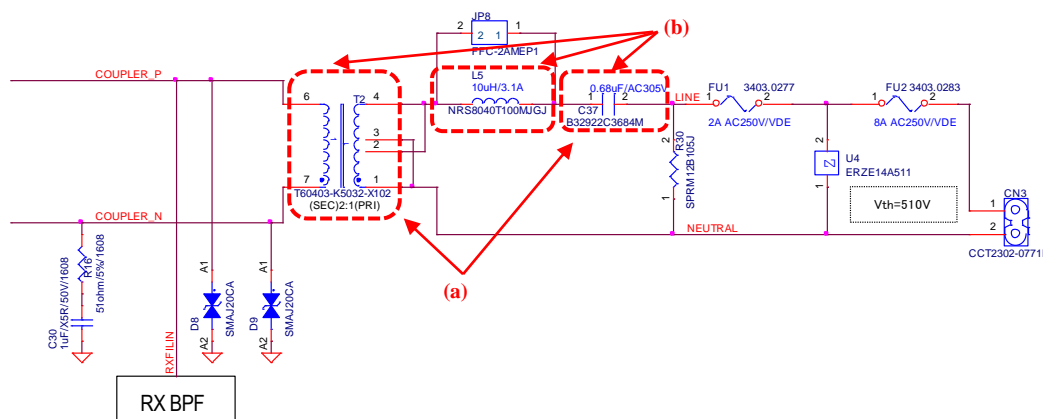

Figure 3-17 CENELEC-A 帯の EN50065-7 対応インピーダンス対策例
- 3kHz-9kHz における RX インピーダンスは、C37 と T2(主インダクタンス)の共振により、EN50065-7 対応インピーダンス規格が未達となる場合があります。その共振によるピークを 3kHz-9kHz の外側に移動させるため、Figure 3-17 の(a)の部分の T2 の T60403-5032-X102 の 2:1 使用時の主インダクタンスに対して  $C37=0.68\mu\text{F}$  と設定することを推奨します。
- 95kHz-148.5kHz における TX インピーダンスは、Figure 3-17 の(b)の部分の C37 と(L5+T2漏洩インダクタンス)の共振周波数により、EN50065-7 対応インピーダンス規格が未達となる場合があります。L5 +T2 漏洩インダクタンスと C37 の共振周波数が、CENELEC-A 帯の帯域内に入るように設定してください。C37=0.68 $\mu\text{F}$  の場合、L5=10 $\mu\text{H}$  を挿入することを推奨します。